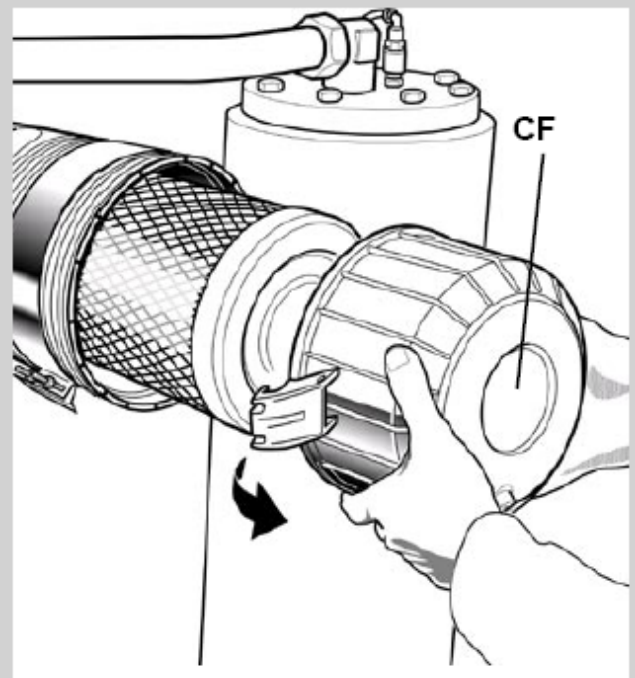

рис.34
- Снять фронтальную часть корпуса фильтра **CF**, нажав на два крепежных зажима (рис.34).